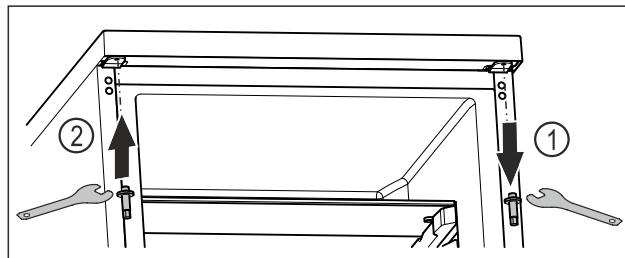

Fig. 23
- Vyskrutkujte čap vonkajším kľúčom na šesťhrannú maticu. Fig. 23 (1)
- Zaskrutkujte čap na opačnú stranu vonkajším kľúčom na šesťhrannú maticu. Fig. 23 (2)